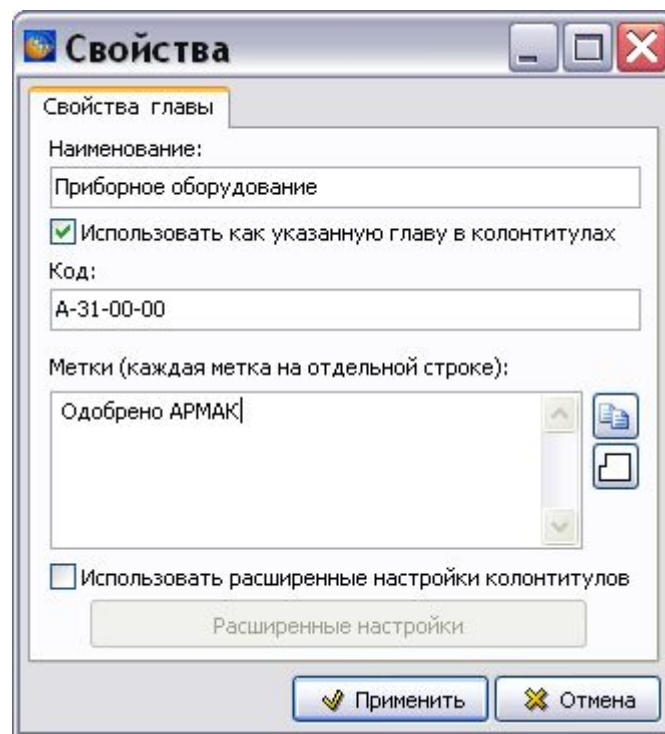
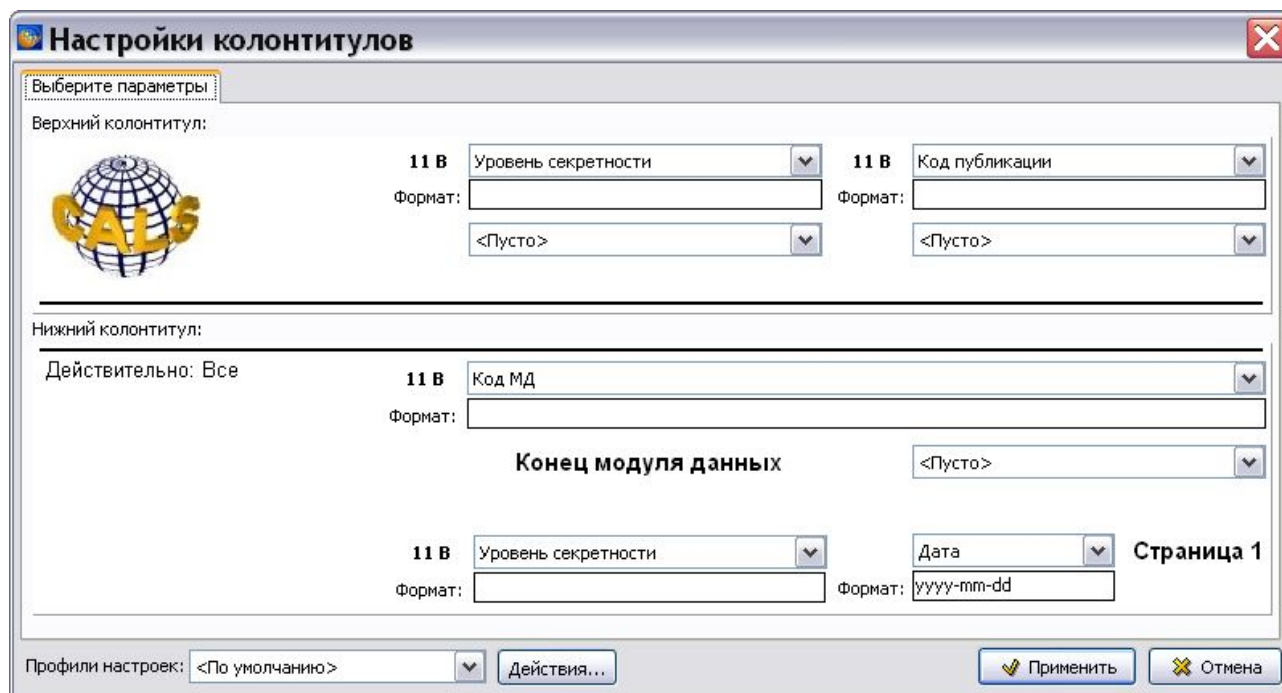

Рис. 8.47
Рис. 8.49
2. В поле **Метки** можно ввести дополнительную информацию, которая будет видна при печати при выборе соответствующих настроек колонтитулов (смотрите подраздел «Особенности задания расширенных настроек колонтитулов для глав публикаций» текущего раздела). Каждая строка является отдельной меткой. Возможен ввод нескольких меток. Пример метки – «Одобрено АРМАК» (Рис. 8.47).
3. После установки флага **Использовать расширенные настройки** становится доступна кнопка **Расширенные настройки**, нажатие на которую приводит к открытию окна **Настройки колонтитулов** (Рис. 8.49). Особенности работы с колонтитулами для глав публикаций описаны в подразделе «Особенности задания расширенных настроек колонтитулов для глав публикаций» текущего раздела.
Вернемся к окну **Свойства** для главы публикации (Рис. 8.47). Как уже было отмечено, после установки флага **Использовать расширенные настройки колонтитулов** и нажатия на кнопку **Расширенные настройки** открывается диалоговое окно **Настройки колонтитулов** (Рис. 8.49).